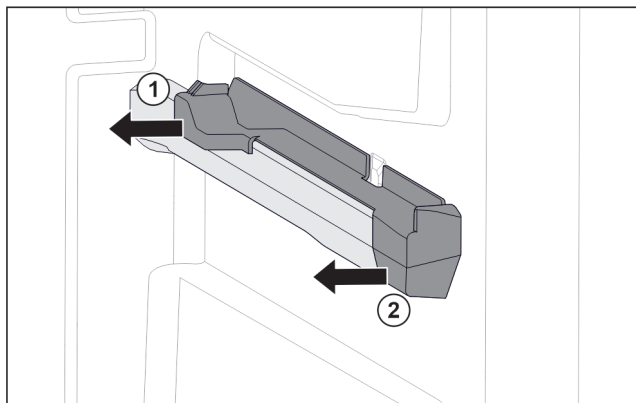

Fig. 76 Вставная часть на правом контейнерном ребре
- ▶ Отодвиньте вставную часть сзади в сторону. Fig. 76 (1)
- ▶ Отодвиньте вставную часть спереди в сторону. Fig. 76 (2)